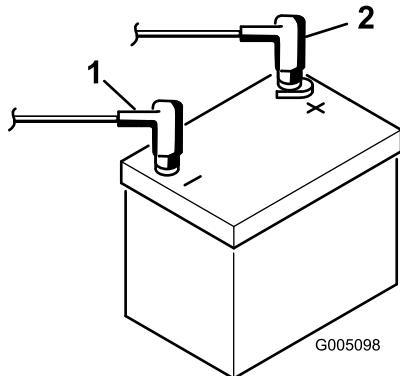

Bild 8
- Schließen Sie zuerst das Pluskabel (Rot) am Pluspol (+) des Akkus und dann das Minuskabel (Schwarz) am Minuspol (-) des Akkus an; befestigen Sie sie mit den Schrauben und Muttern (Bild 8). Ziehen Sie die Gummimuffe über den Pluspol, um Kurzschlüsse vorzubeugen.